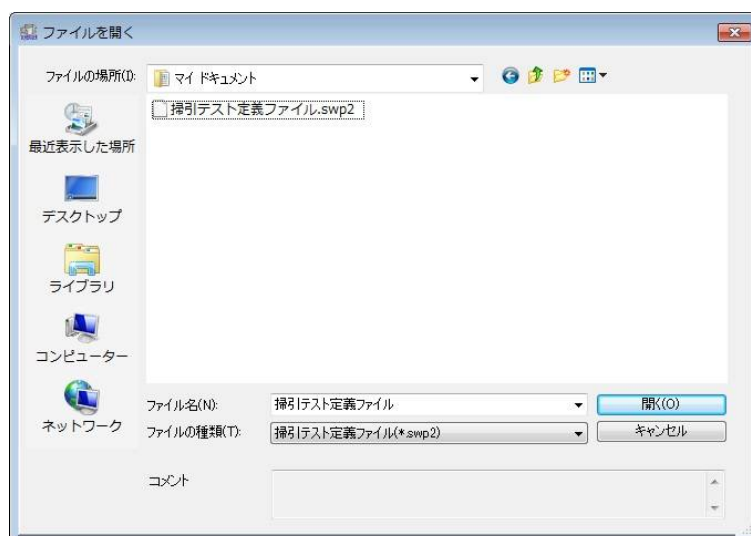

Fig. 2-2-2 ファイル指定画面
ここで、①「参照」を押下すると Fig. 2-2-2 のように定義されたテストの選択画面が現れます。